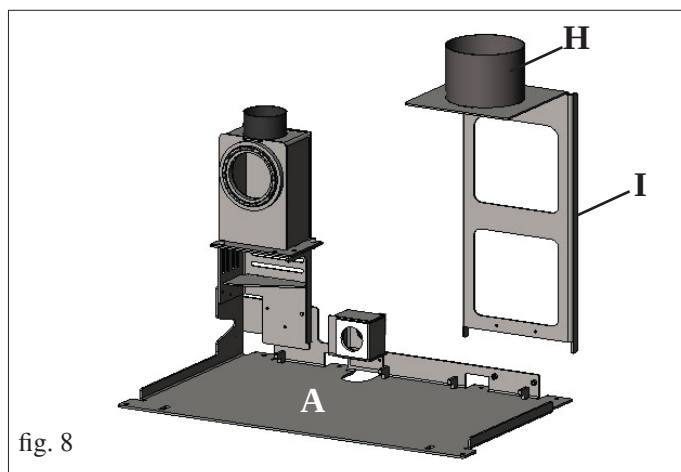
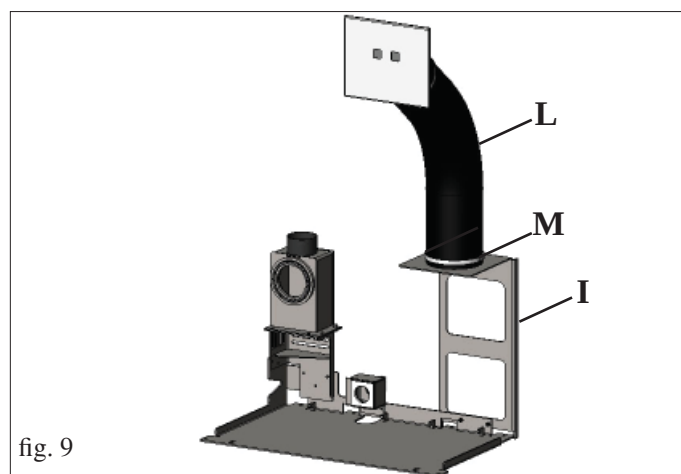

fig. 8
fig. 9
- Instalar na placa de base (A) o suporte de centralização do tubo de carregamento de pellet (I - fig. 8).
- Colocar o tubo de carregamento de pellet (L - fig. 9) na borda do suporte (H - fig. 8) fixando-o por meio da faixa fornecida (M - fig. 8).